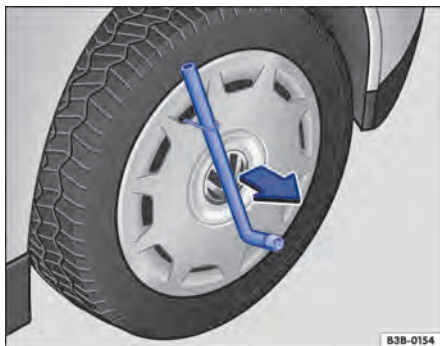

Fig. 230 Retirar a calota integral.
- Passar a chave de roda pelo gancho ⇒ Fig. 230 e puxar a calota para fora no sentido da seta.